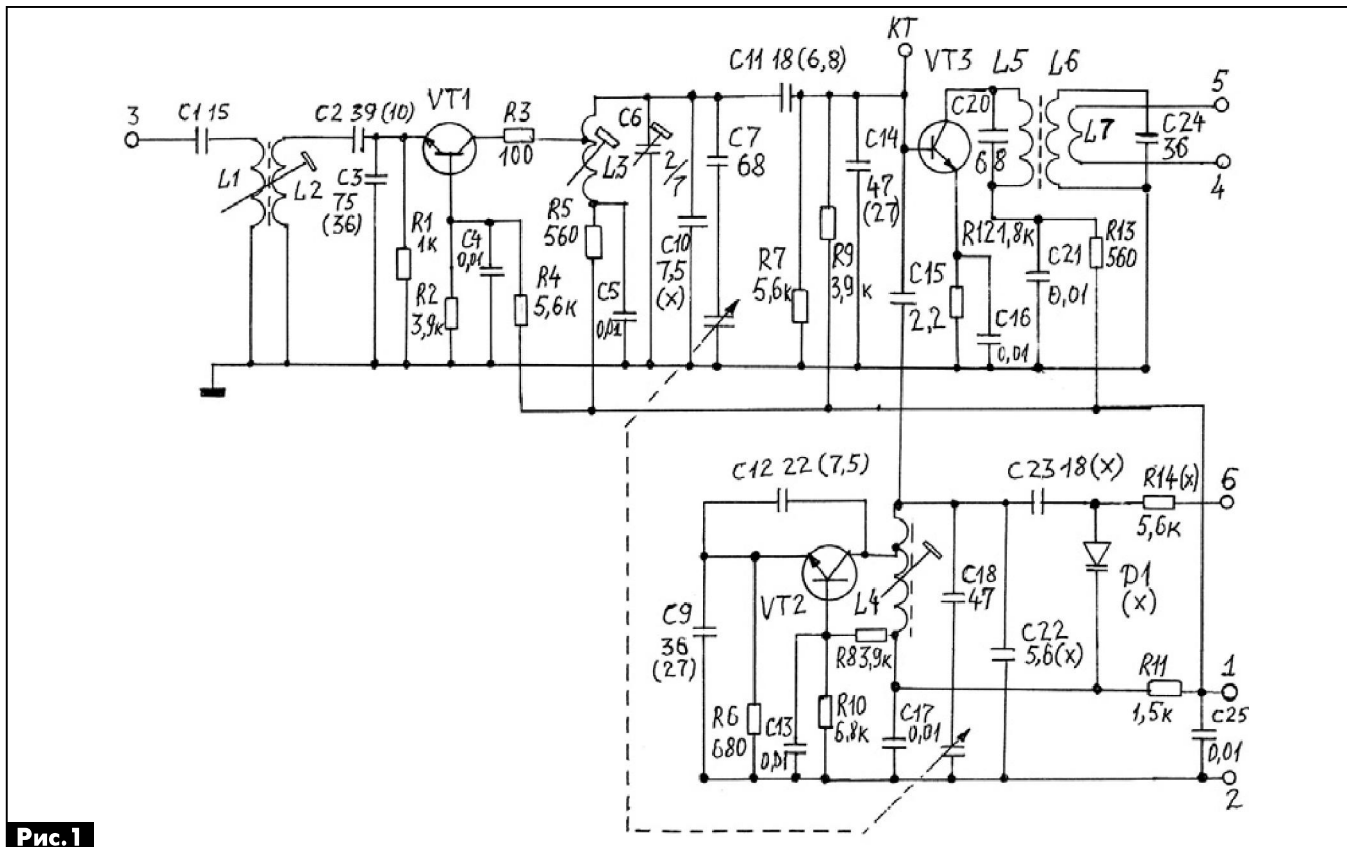

Рис. 1
На **рис. 1** показана принципиальная электрическая схема блока УКВ-2-1-с, а на **рис. 2** – монтажная схема (вид сверху) этого блока с расположением элементов, которые должны быть заменены или удалены при доработке. На принципиальной схеме эти элементы легко найти, так как после номинала этих деталей до переделки в скобках ука-
2. Снимают крышку-экран, кусачками удаляют отмеченные на **рис. 1** скобками элементы схемы таким образом, чтобы от них остались выводы, к которым припаивают новые детали с номинальными значениями, указанными в скобках.
4. Выпаивают помеченные на **рис. 1** элементы и впаивают новые элементы номиналами, указанными в скобках.